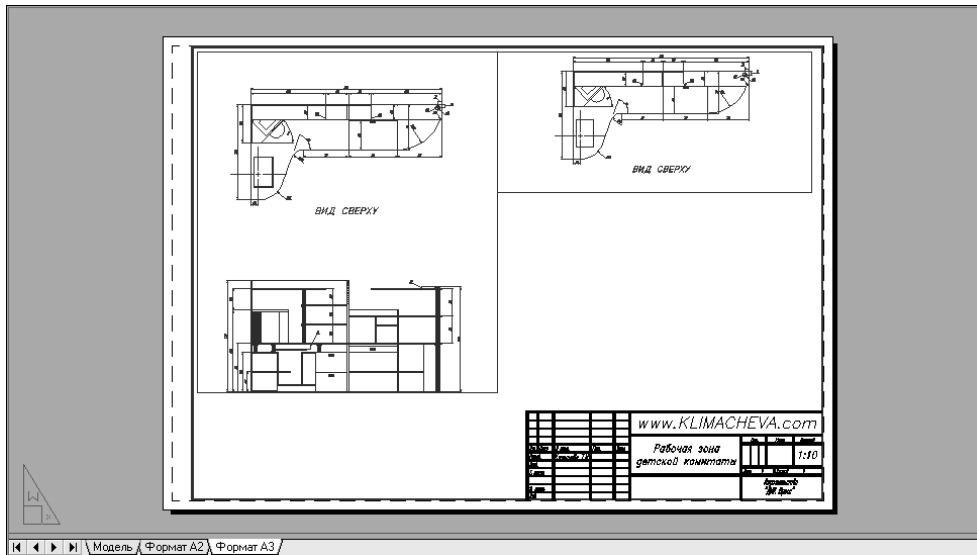

Рис. 13.28 ▼ Вид компоновки **Формат А3**
4. Переключитесь в режим **МОДЕЛЬ** (MODEL), щелкните, если нужно, на левом видовом экране, чтобы сделать его активным, а затем введите в командном окне **по** (Z) и режим **0.04xp**.
6. Переключитесь в режим **ЛИСТ** (PAPER) и измените высоту левого видового экрана так, чтобы снизу не были видны технические требования (рис. 13.28).